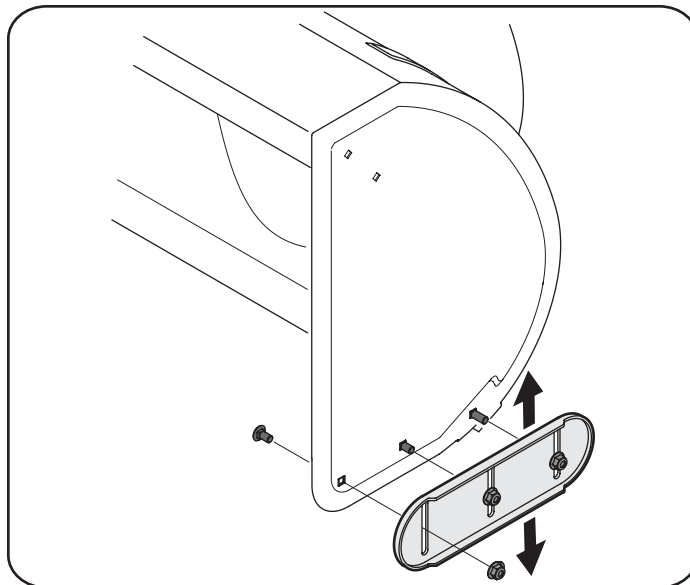

Figura 8
1. Afloje las seis tuercas hexagonales (tres a cada lado) y los pernos del carro. Mueva las zapatillas antideslizantes a la posición deseada. Vea la Figura 8.